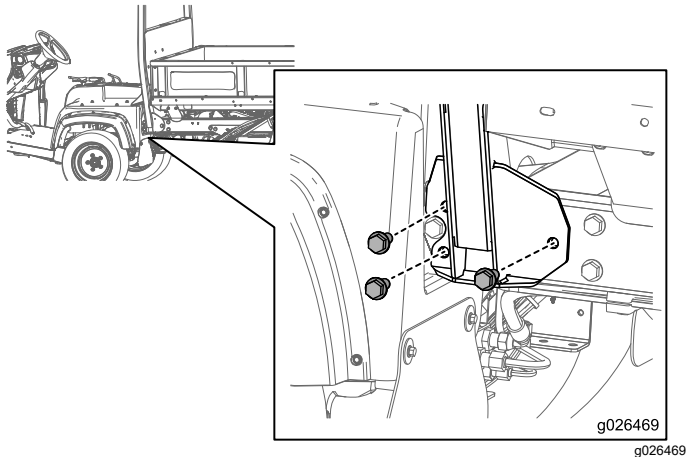
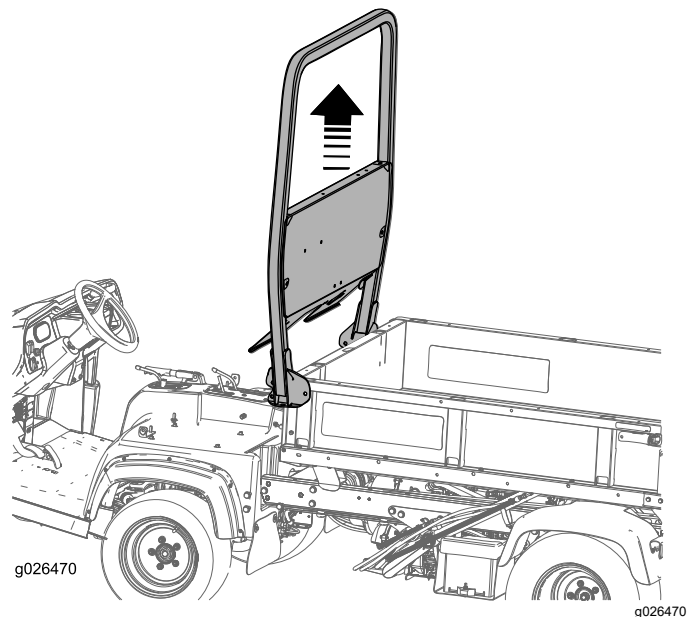

Figura 9
Figura 10
1. Retire los 6 pernos que sujetan el ROPS al chasis de la máquina, según se muestra en la Figura 9 y la Figura 10.